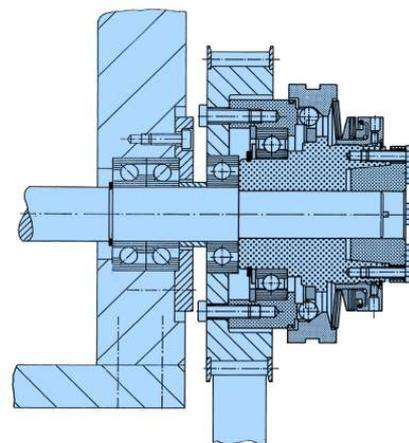

Bild 3
Die Antriebselemente werden bei der EAS®-NC Type 451. \_ \_ \_ \_ 0 (kurze Nabe) auf der Welle mit einer zusätzliche Lagerung montiert (Bild 3) und mit dem Druckflansch (2) verschraubt.